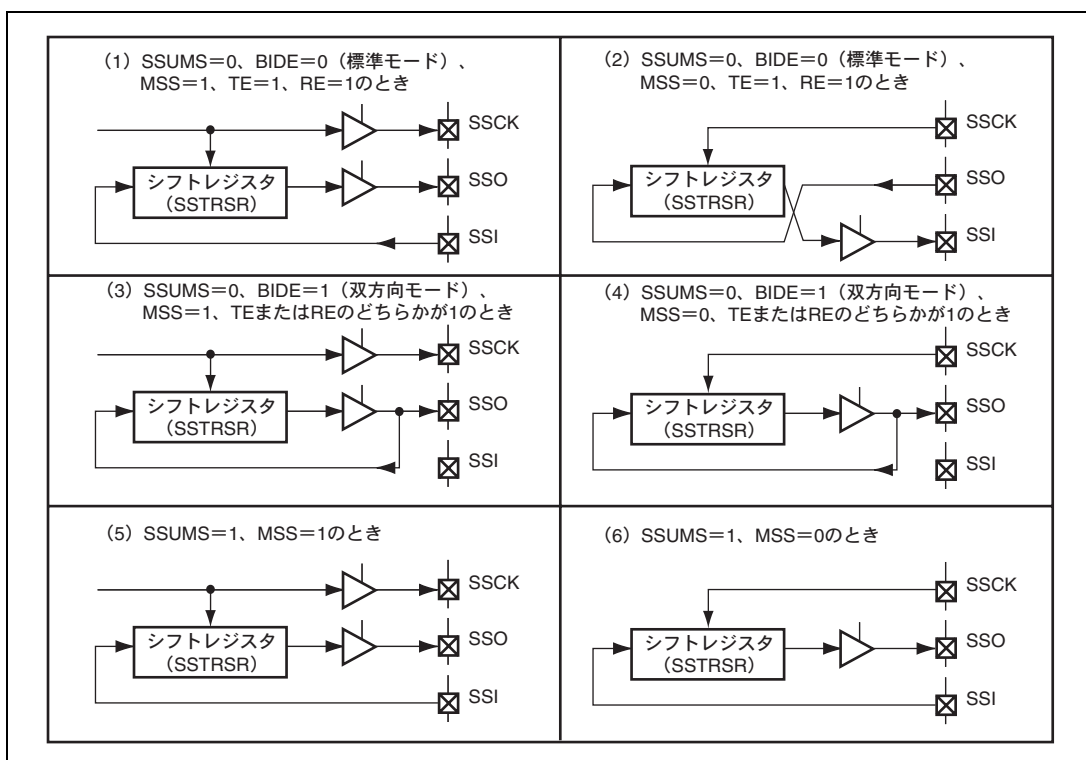

図 15.3 データ入出力端子とシフトレジスタの関係
SSCRH の MSS、BIDE と、SSCRL の SSUMS の組み合わせにより、データ入出力端子と SS シフトレジスタ (SSTRSR) の接続関係が変わります。これらの接続関係を図 15.3 に示します。
SSU は、BIDE=0、MSS=1 (標準、マスタモード) で動作しているとき、SSO 端子からシリアルデータを送信し、SSI 端子からシリアルデータを受信します (図 15.3 (1))。また、BIDE=0、MSS=0 (標準、スレーブモード) で動作しているとき、SSI 端子からシリアルデータを送信し、SSO 端子からシリアルデータを受信します (図 15.3 (2))。
BIDE=1 (双方向モード) では、マスタモード、スレーブモードにかかわらず、SSO 端子からシリアルデータの送信または受信を行います (図 15.3 (3)、図 15.3 (4))。
SSUMS=1 で動作しているとき、SSO 端子からシリアルデータを送信し、SSI 端子からシリアルデータを受信します。MSS=1 のときは SSCK 端子から内部クロックを出力し、MSS=0 のときは SSCK 端子は入力端子となります (図 15.3 (5)、図 15.3 (6))。